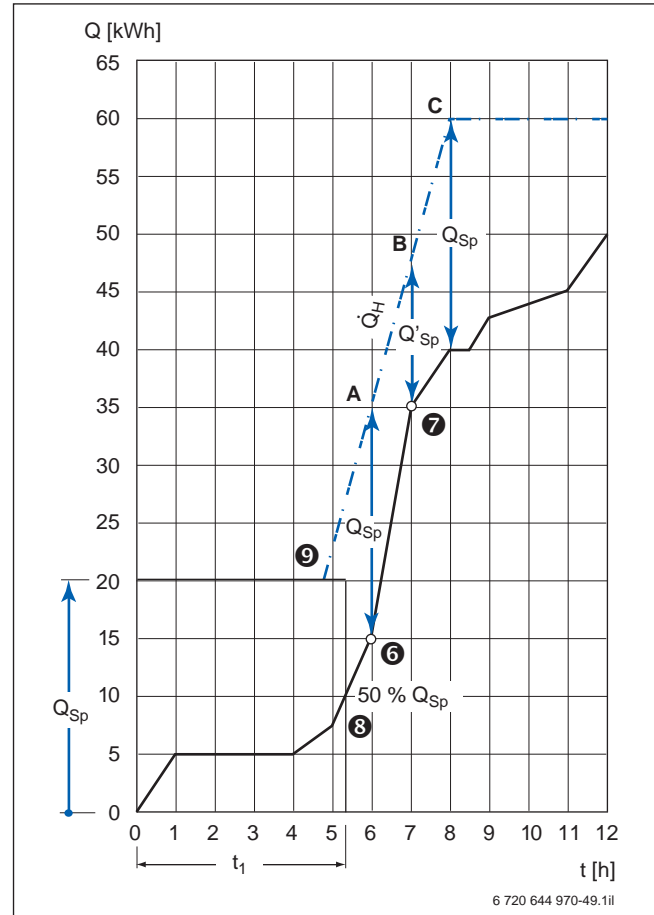

Bild 57 Konstruieren der Heizlinie im Wärmeschaubild
Die Speicherkapazität Q_{Sp} ist entsprechend dem kurzzeitigen Spitzenbedarf zwischen den Bedarfspunkten ⑥ und ⑦ aus dem Wärmeschaubild Bild 57 gewählt und beträgt:
Bei einer gewählten Speichertemperatur $\vartheta_{Sp} = 60 \text{ }^\circ\text{C}$ und der Zapftemperatur $\vartheta_{WW} = 40 \text{ }^\circ\text{C}$ darf die Speicherkapazität nicht unter $Q'_{Sp} = 12 \text{ kWh}$ abfallen. Damit liegen die Punkte A und B fest (\rightarrow Bild 57).
Die benötigte Speicheraufheizleistung (Dauerleistung) ist mit Hilfe der Grundformel 63 (\rightarrow Seite 156) aus den Kapazitätswerten des Gesamtbedarfs (\rightarrow Bild 57, Punkt C) und der vollständigen Entladung des Speichers (Punkt A) sowie den dazugehörigen Zeiten zu berechnen: